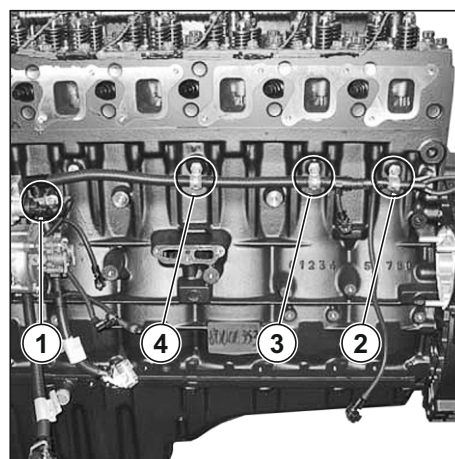

Рис. 129. Установка жгута датчиков двигателя.
7. Закрепить жгут в точке (1) (см. Рис. 129), установив клеммер между тройником разветвления жгута и тройником ответвления на датчик давления в рампе.
8. Затем последовательно закрепить жгут в точках (2, 3, 4) (см. Рис. 129).